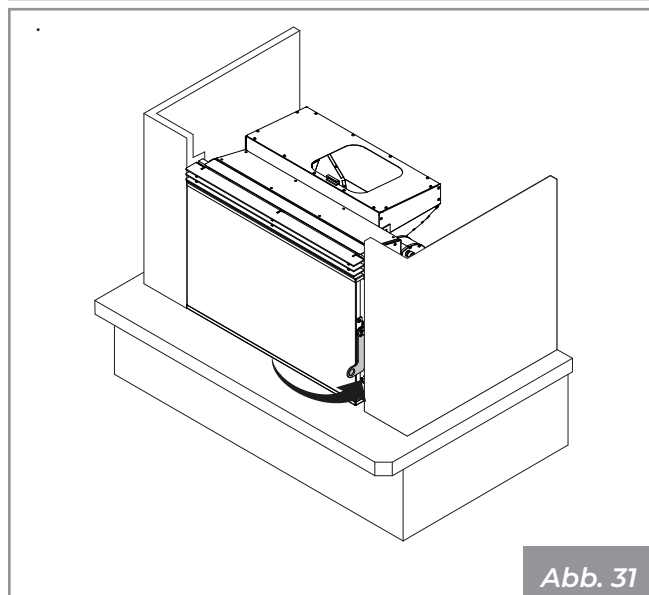

Abb. 31
- Die Tür schließen (**Abb. 31**)